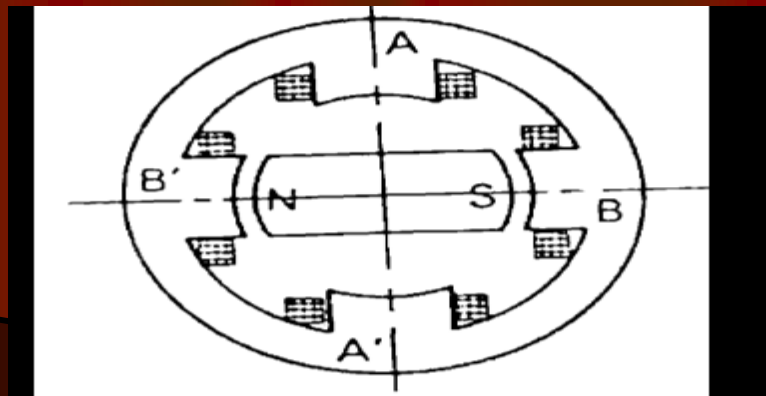

Fig.18
- Un moteur à aimant permanent ( Fig.18) comprend :